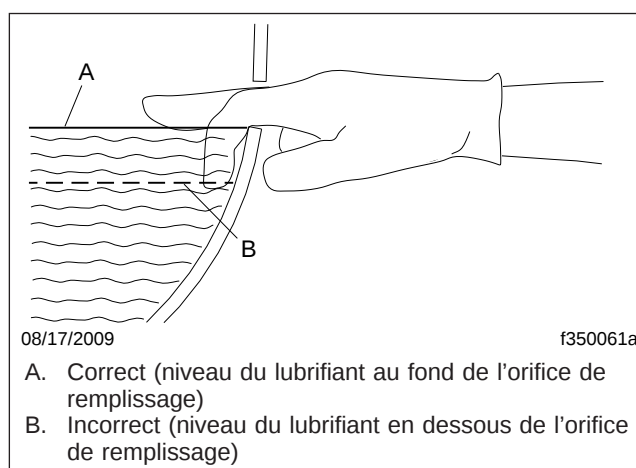

Fig. 2, Inspection du niveau de lubrifiant de l'essieu
- 6.1 Le véhicule étant garé sur une surface uniforme, remplissez l'essieu par l'orifice de remplissage. Laissez l'huile pénétrer dans l'essieu pendant quelques minutes. Le lubrifiant doit être au niveau du fond de l'orifice de remplissage. Pour vérifier le niveau de fluide, reportez-vous à la **figure 2**.